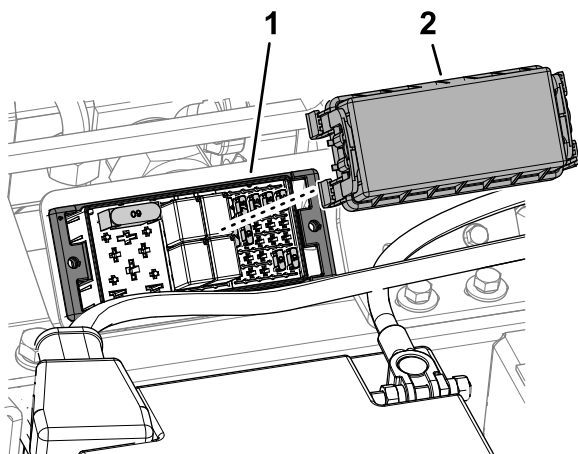

Bild 60
- Entfernen Sie die Sicherungskastenabdeckung (Bild 60)
- Installieren Sie die Sicherungskastenabdeckung (Bild 60).